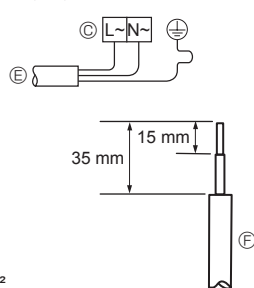
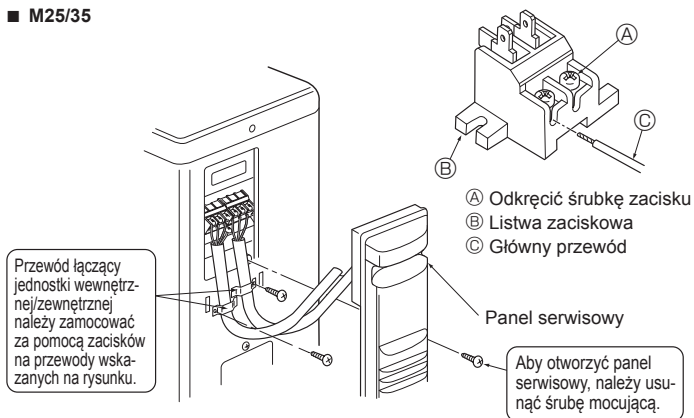

Fig. 6-2
Fig. 6-3
### 6.1. Jednostka zewnętrzna (Fig. 6-1, Fig. 6-2, Fig. 6-3, Fig. 6-4)
- ① Usunąć panel serwisowy.
- ② Podłączyć przewody zgodnie z Fig. 6-1, Fig. 6-2, Fig. 6-3 i Fig. 6-4.
- Przewody należy poprowadzić zgodnie ze schematem po lewej stronie poniżej (przewód zakupić we własnym zakresie) (Fig. 6-2). Należy stosować tylko przewody o odpowiedniej biegunowości.